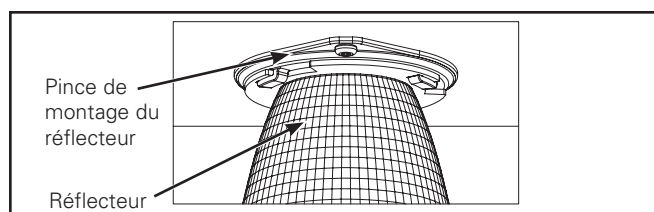
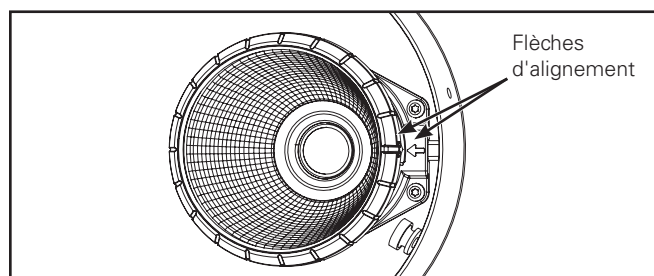

Figure 10.
Figure 11.
- Insérez d'abord l'assemblage du dispositif dans la bride du boîtier en maintenant le réflecteur de métal et non le support de caoutchouc. Placez la bride sur la pince de montage du réflecteur et appuyez fermement, puis, tournez-la dans le sens horaire jusqu'à ce que les 3 languettes s'enclenchent (Figure 10). Assurez-vous que les flèches d'alignement sur le support et la pince de montage du réflecteur s'alignent pour le support directionnel facultatif (Figure 11).